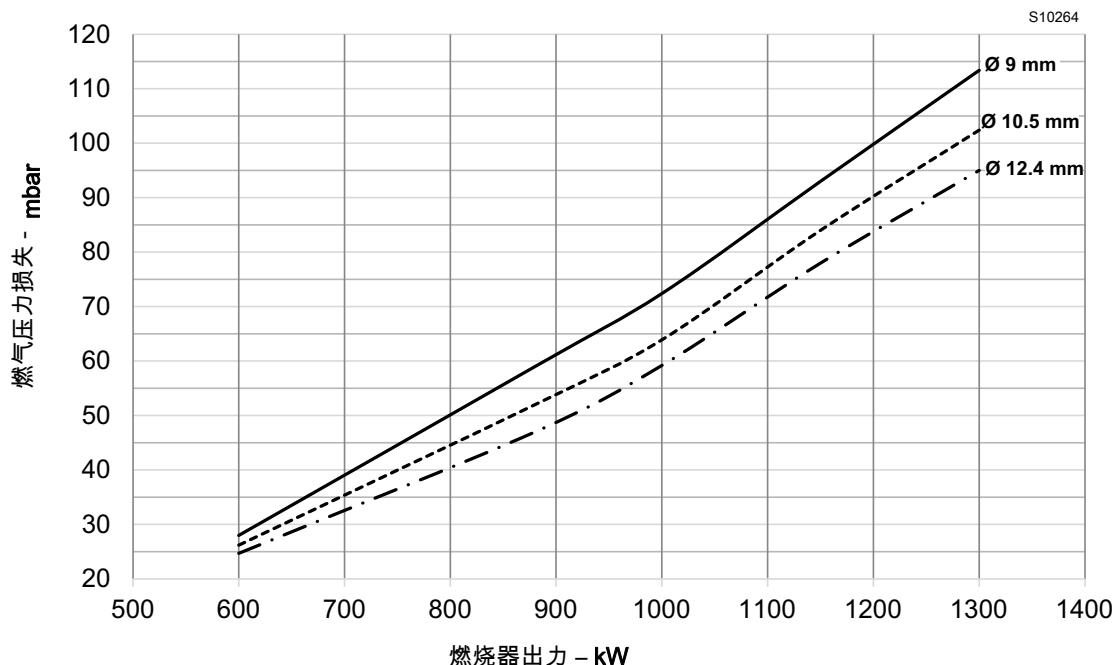

图 26
- 输入 mbar 刻度 (G20 见图 26)，并在虚线上读取相应的出力。
工厂设定中央燃气 (图 26 第 27 页) 时，测试
根据图 24 和图 26 on page 27，使用压力表读数计算燃烧器的最大出力。